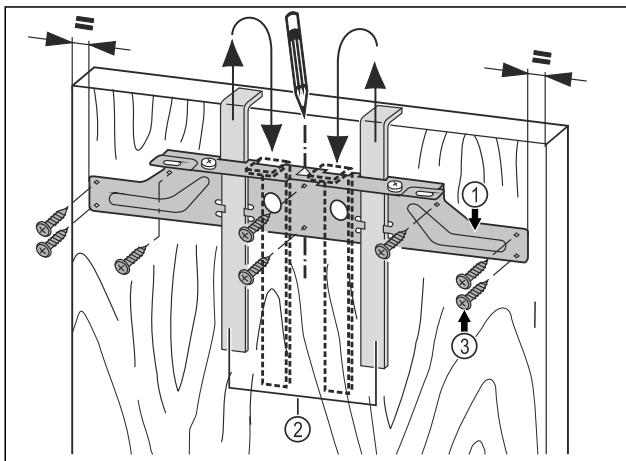

Fig. 19
- ▶ Ripusta kiinnityspalkki Fig. 19 (1) asennusapujen Fig. 19 (2) avulla kalusteoven sisäpuolelle.
- ▶ Kohdista kiinnityspalkki Fig. 19 (1) keskelle ovea.
- ▶ Ruuvaa kiinnityspalkki Fig. 19 (1) kiinni vähintään 6 ruuvilla Fig. 19 (3).
- ▶ Ruuvaa kiinnityspalkki Fig. 19 (1) kiinni 4 ruuvilla Fig. 19 (3) reunaan.
- ▶ Vedä asennusavut Fig. 19 (2) pois ylöspäin ja työnnä ne viereisiin kiinnitysaukkoihin käännettynä.